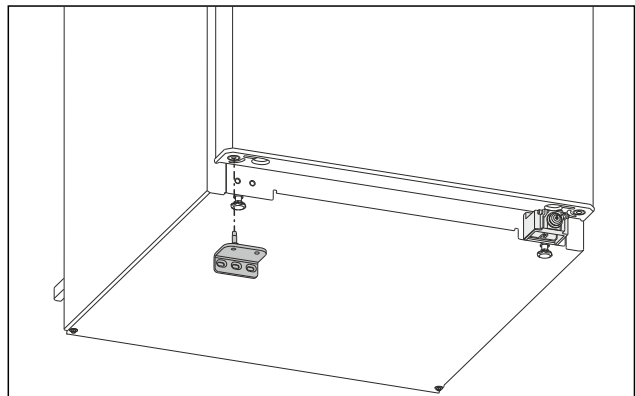

Fig. 23
- Inserire il blocco inferiore di supporto sul lato opposto. (vedere Fig. 23)